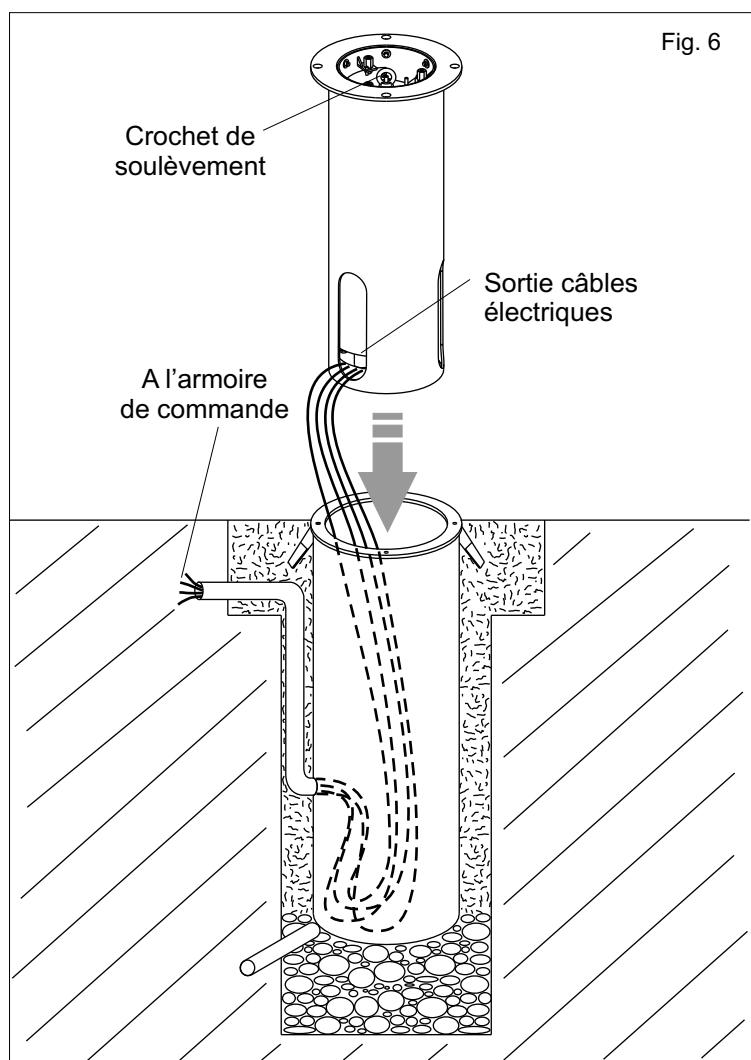

Fig. 6
2.2. En utilisant le crochet de soulèvement, insérer la borne dans le logement (Fig. 6).